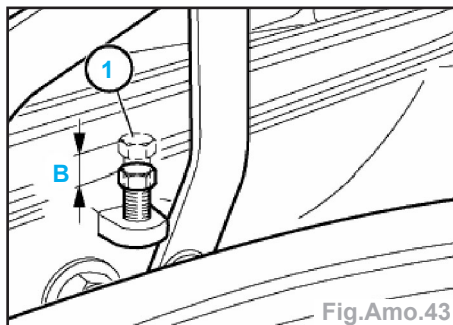

Fig.Amo.43
- Le réglage de la vis de butée est correct si la bande de papier (1) ne peut être extraite qu'en tirant fermement.
- Une fois que la bande de papier peut être extraite comme il se doit, en tirant fermement, visser la vis de butée (1) de la cote (B) (Fig.Amo.43).